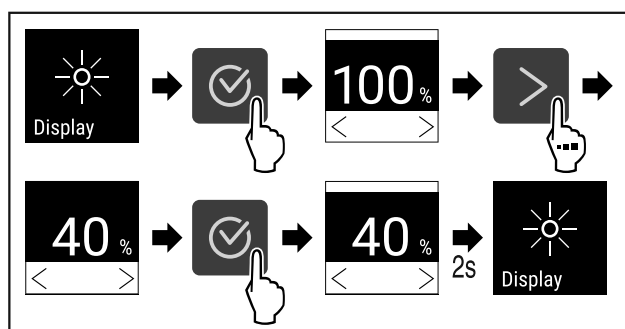

Fig. 82
- ▶ Suorita toimenpidevaiheet (katso Fig. 82).